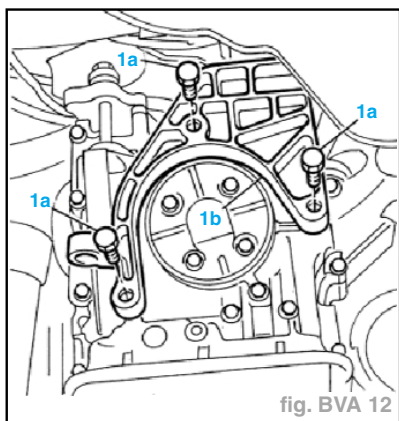

fig. BVA 12
- Dévisser les vis de fixation (1a) de l'étrier de support moteur (1b), côté BV (fig. BVA 12).